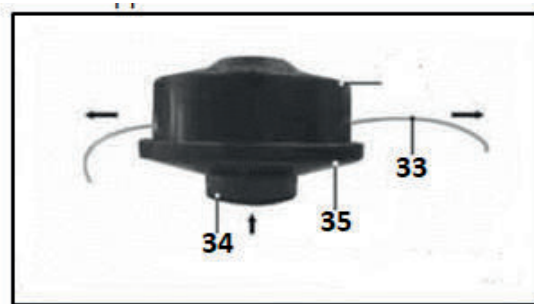

Рис.13
• Во время работы триммерная леска (33) изнашивается (расходуется). Во время работы слегка ударьте нажимной головкой (34) триммерной катушки (35) по земле (Рис.13).